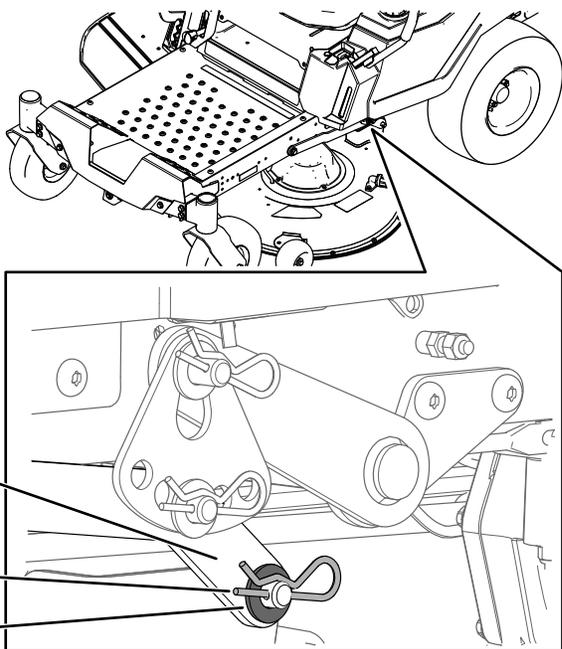

図 65
6. 機体の左右どちらかで、デッキピンからヘアピンコッターとワッシャを外す 図 65。
7. デッキピンから昇降アームを外す 図 65。
5. 機体の左右どちらかで、デッキ後部を持ち上げて昇降アームをデッキピンに取り付ける 図 65。
6. ワッシャとヘアピンコッターで昇降アームを取り付ける 図 65。